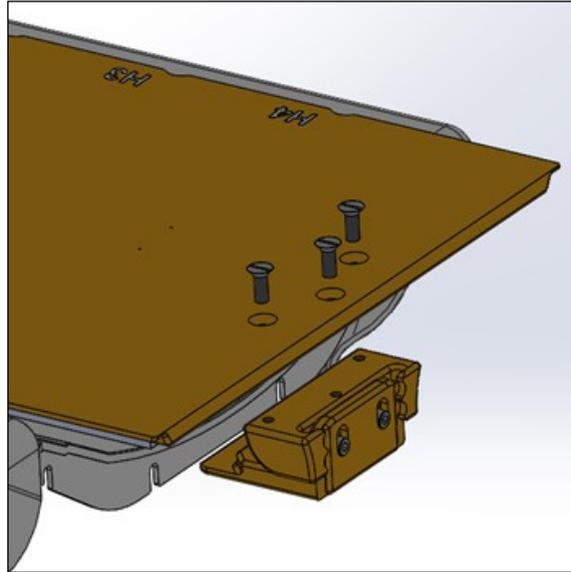

图 30
2. 使用塑料 $\frac{3}{8}$ -16 平头螺钉将头端配件安装到 CT 覆盖罩(图 30)。